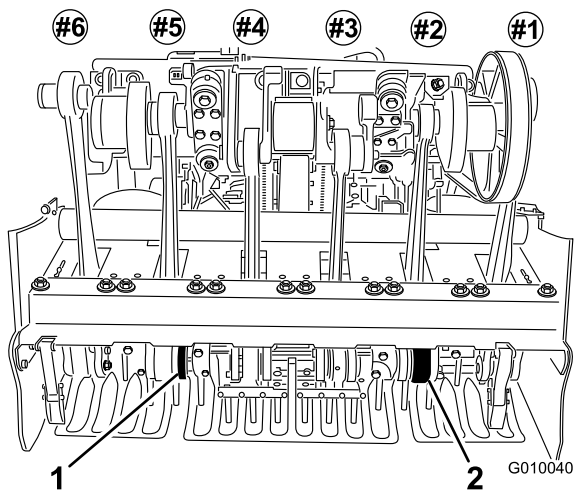

図 25
5. ティンホルダー #2 と #5 (図 25) にティンを取り付け、キャップスクリューで固定する。